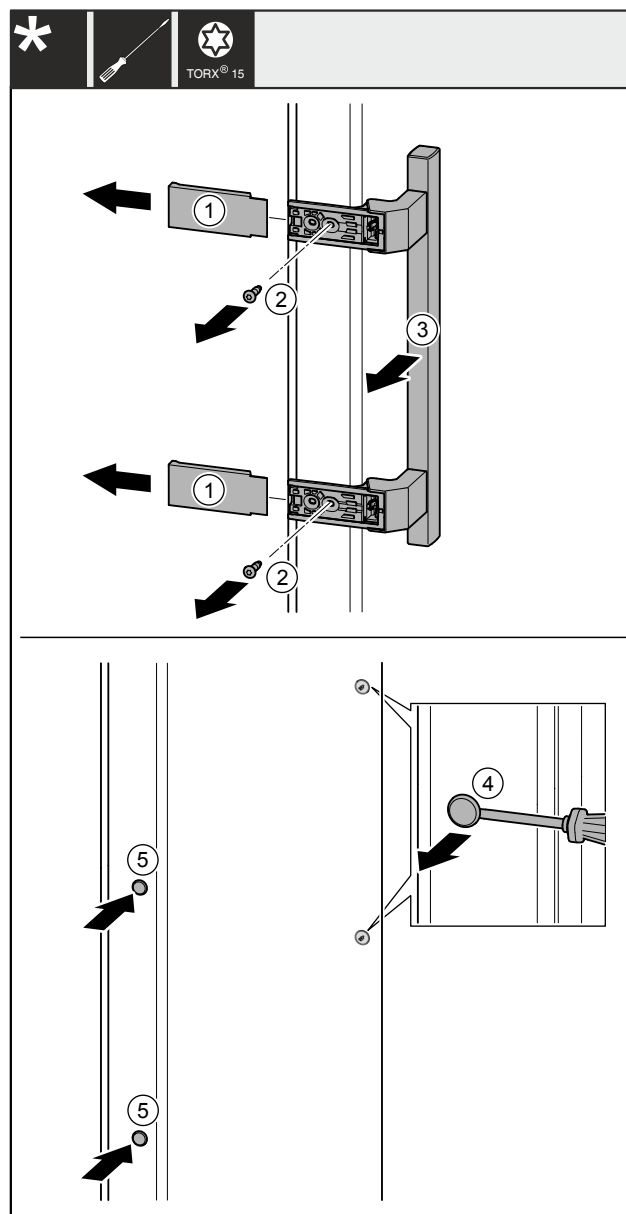

Fig. 35
- Retirer les caches Fig. 35 (1).
- Retirer les vis Fig. 35 (2) avec un tournevis.
- Retirer la poignée Fig. 35 (3).
- Soulever et retirer avec précaution le cache latéral Fig. 35 (4) avec un tournevis plat.
- Replacer le cache Fig. 35 (5) de l'autre côté.